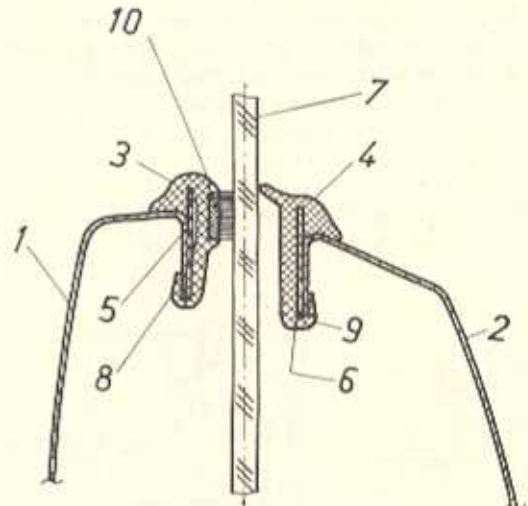

Bild K 37. Türschachtabdichtung
6.2.3.8. Türschachtabdichtung der vorderen und hinteren Tür (Bild K 37)